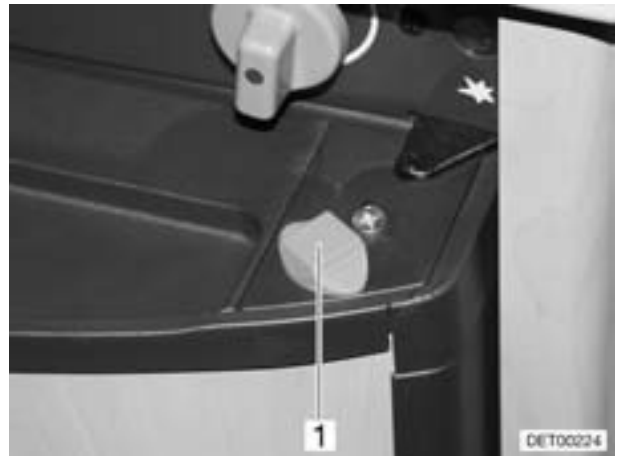

Bild 156 Verriegelung der Kühlschranktür, geschlossen (Variante 2)
- Verriegelung (Bild 156,1) nach außen drehen.